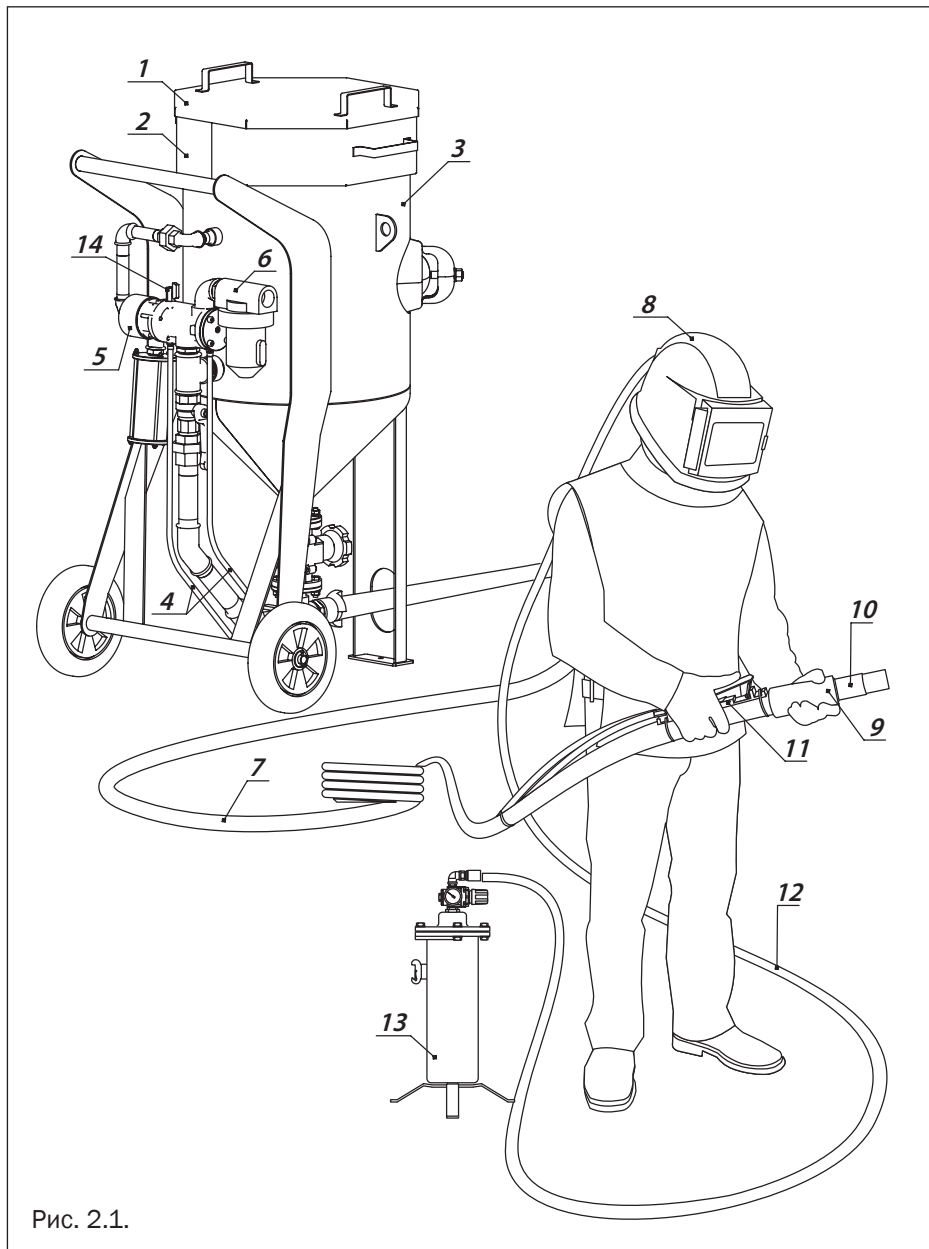

Рис. 2.1.
◀ Рис. 2.1.
10. Открыть предохранительный шаровый кран 14 (рис. 2.1).
ВО ВРЕМЯ ПЕРЕРЫВА В РАБОТЕ ВСЕГДА ОТКРЫВАЙТЕ ПРЕДОХРАНИТЕЛЬНЫЙ ШАРОВЫЙ КРАН 14 (рис. 2.1) НА ВЕНТИЛЕ ДУ (НАПРОТИВ СИНЕЙ МАГИСТРАЛИ СДВОЕННОГО РУКАВА TWINLINE).